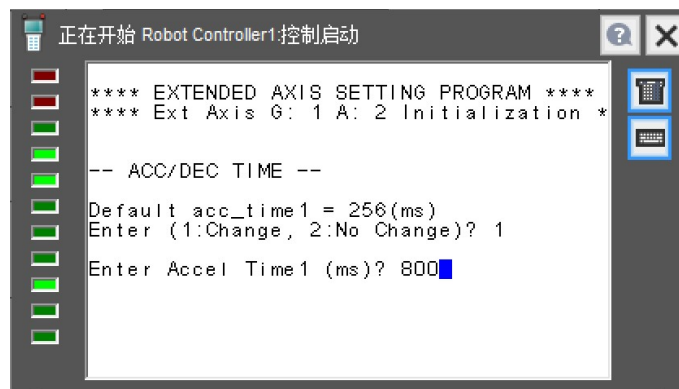

图 4.1.17
17) 在图 4.1.17 中选择加速时间 `acc_time1`，需要修改选择 1，不修改选择 2，选择修改的话，填入相应数值，点击 ENTER 键确认。